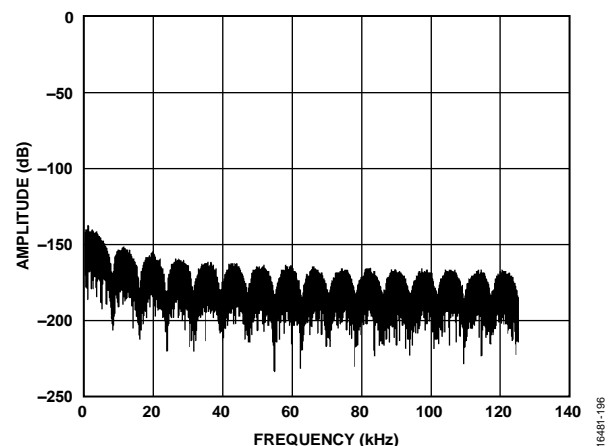

図 96. フィルタ・プロファイルのアップロード例
以下に示すシーケンスは、sinc1 フィルタをプログラムします。アドレス 0 からアドレス 23 の係数は 0 です。アドレス 24 からアドレス 55 の係数は 131,072 ($2^{22}/32$) です。MCLK = 16.384MHz で ODR = 256kHz の場合は、8kHz と 8kHz の整数倍の位置にフィルタ・ノッチが現れます。このフィルタは低ノイズで、図 96 に示す特徴的なフィルタ・プロファイルによって識別できます。
17. データを収集します。得られるフィルタ・プロファイルを図 96 に示します。